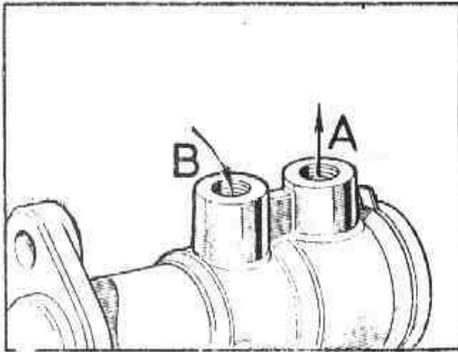

Fig. H-17 Conexión de tuberías en el - cilindro principal
- 1.2. Desconectar las tuberías de entrada, B (Fig. H-17), y de salida, A, del cilindro principal.
- 2.8. Conectar las tuberías de entrada y salida (Fig. H-17) del cilindro principal. Instalar el deposito del líquido de freno (Tarea H-3).